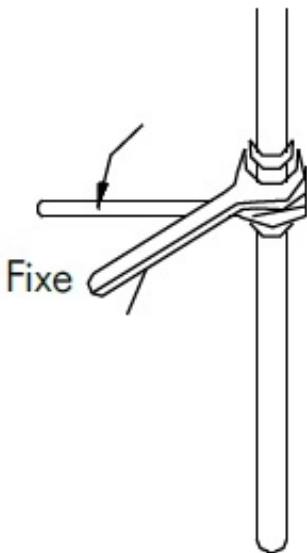

Fig. 8
- * Centralize dois tubos juntos quando fizer a conexão dos alargadores (Fig. 8).